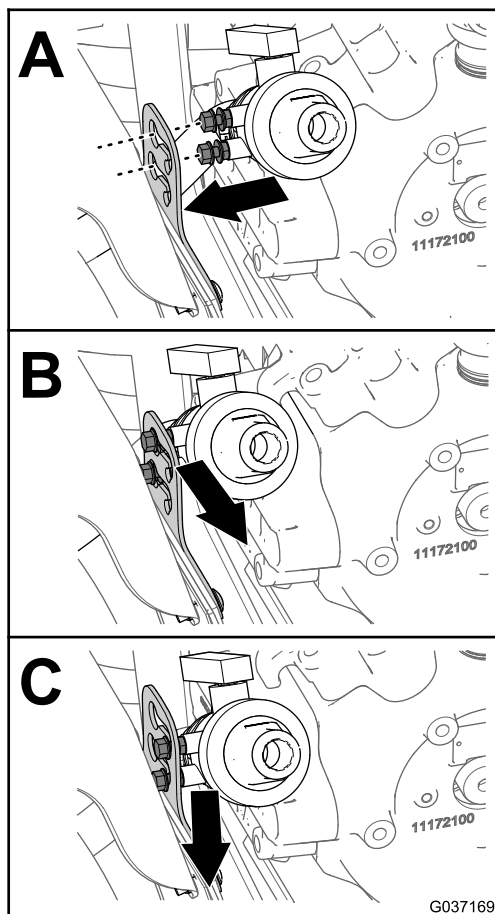

Figura 16
4. Alinee las contratuercas de la válvula de drenaje con los orificios de las ranuras en el soporte de la válvula de drenaje (A en la Figura 16).
5. Desplace la válvula de drenaje hacia el exterior y hacia abajo para fijar la válvula al soporte (B y C en la Figura 16).